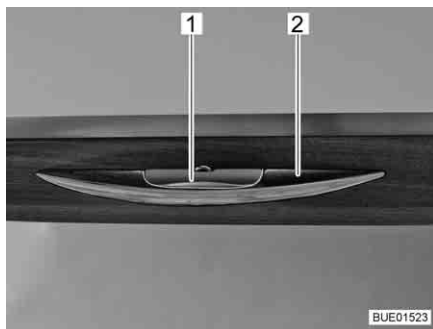

Bild 70 Skåplucka med låshandtag
- Tryck in låshandtaget (Bild 70,1) och håll det intryckt.
- Öppna skåpluckan genom att dra i handtaget (Bild 70,2).